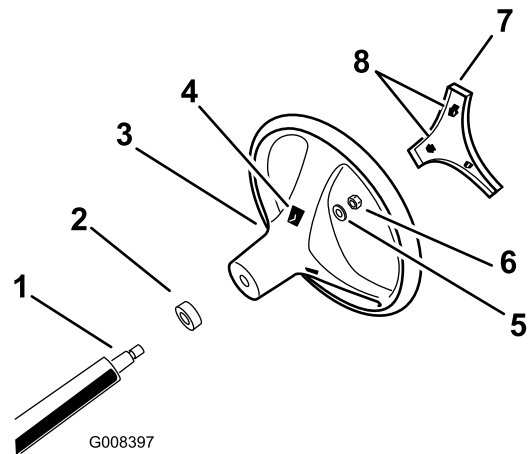

Figura 3
4. Fissate il volante sul piantone usando il dado di bloccaggio (Figura 3). Serrate il dado di bloccaggio a una coppia di 24-29 N·m.
5. Allineate le linguette del coperchio alle fessure nel volante e fate scattare il coperchio sul mozzo del volante (Figura 3).